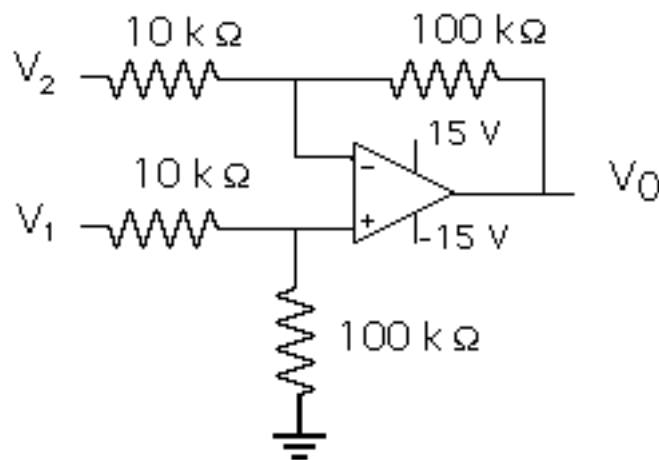

Figura 1. Amplificador diferencial básico
5.- Para el circuito mostrado en la Figura 1 (Amplificador diferencial básico):
Monte el circuito de la Figura 1 y realice las siguientes mediciones: